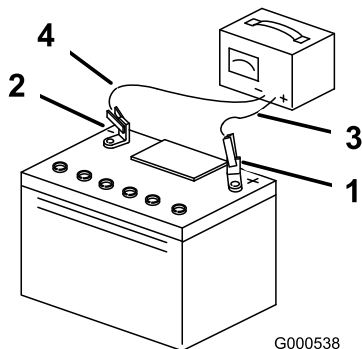

Figura 37
3. Quando a bateria estiver totalmente carregada, desligue o carregador da tomada eléctrica e em seguida desligue os cabos do carregador dos bornes da bateria (Figura 37).